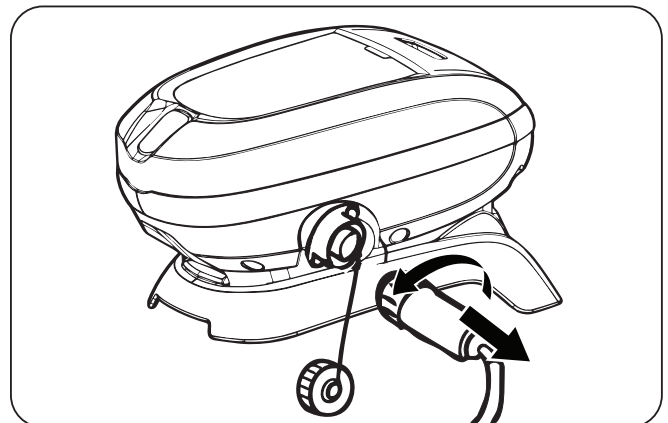

Figura 17. Desenchufar el cable flotante
3. Desenchufe la alimentación eléctrica del limpiador en la unidad de control (Figura 17).